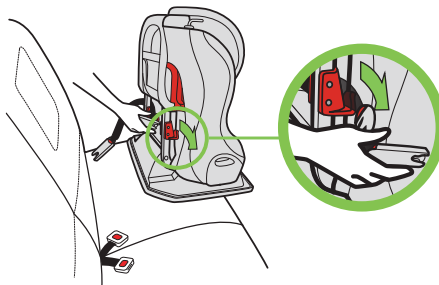

Figure 78
- En tenant les connecteurs DUA le plus près de l'ajustement, faites passer la ceinture d'ancrage DUA dans le chemin de ceinture pour la position orientation vers l'avant pour que la ceinture d'ancrage DUA passe à travers les deux guides de ceinture rouges d'orientation vers l'avant, tel qu'illustré dans la **Figure 78**.